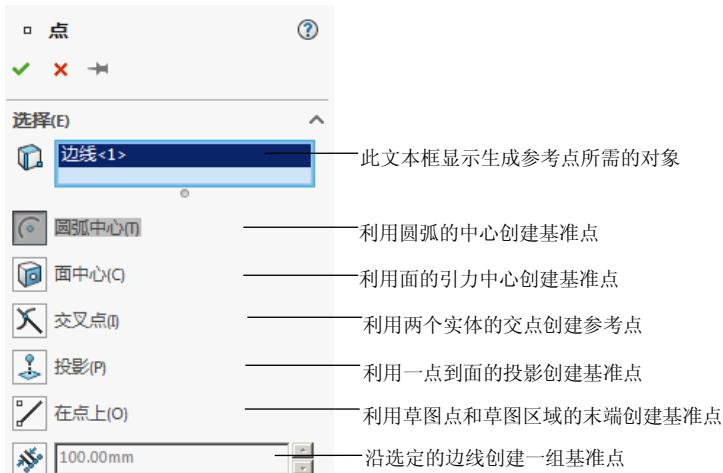

图 5.15.11 “点”对话框
- Step2. 选择命令。选择下拉菜单 **插入(I)** → **参考几何体(G)** → **点(O)...** 命令(或单击“参考几何体”工具栏中的 按钮)，系统弹出如图 5.15.11 所示的“点”对话框。
Step2. 选择命令。选择下拉菜单 **插入(I) → 参考几何体(G) → □ 点(①)...** 命令(或单击“参考几何体”工具栏中的 **□** 按钮), 系统弹出如图 5.15.11 所示的“点”对话框。
单击“参考几何体”工具栏中的 \square 按钮)，系统弹出如图 5.15.11 所示的“点”对话框。